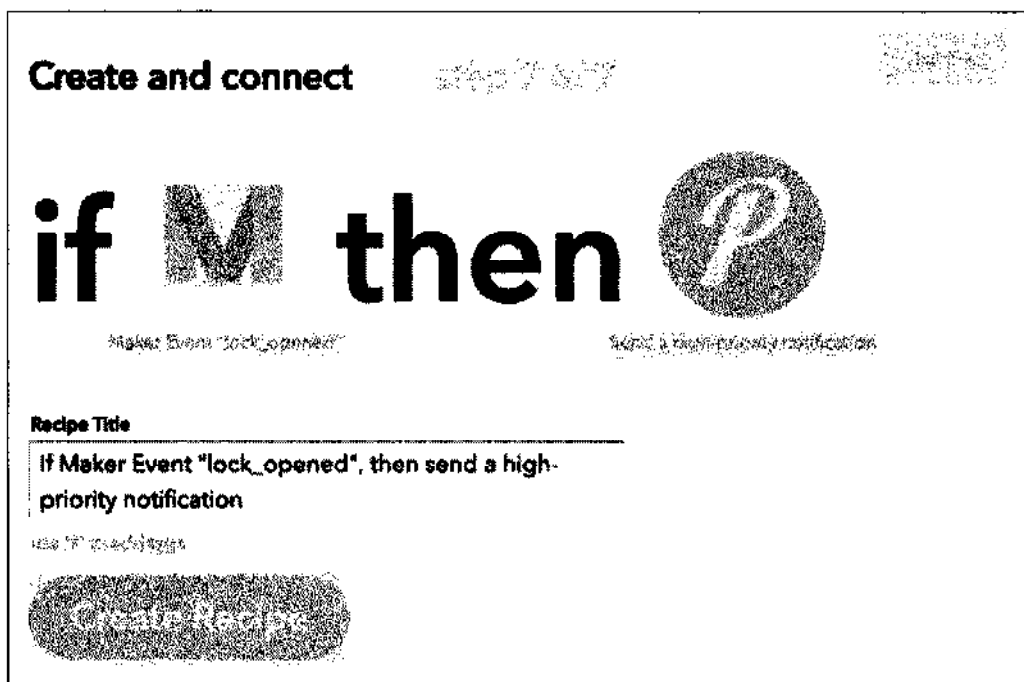

Рис. 8.13. Подтверждаем создание правила
7. В завершение подтверждаем создание правила (рис. 8.13).